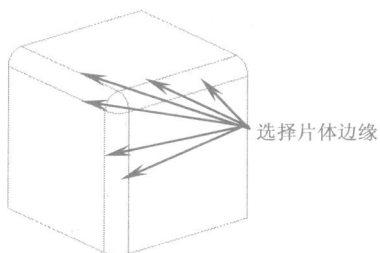
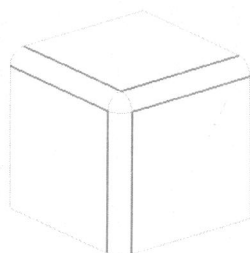

图1-9
图1-10
9. 在【曲线】工具条中单击【抽取曲线】按钮，弹出【抽取曲线】对话框。单击 **边缘曲线** 按钮，选择如图 1-9 所示的片体边缘，最后单击 **确定** 按钮创建边缘曲线，结果如图 1-10 所示。